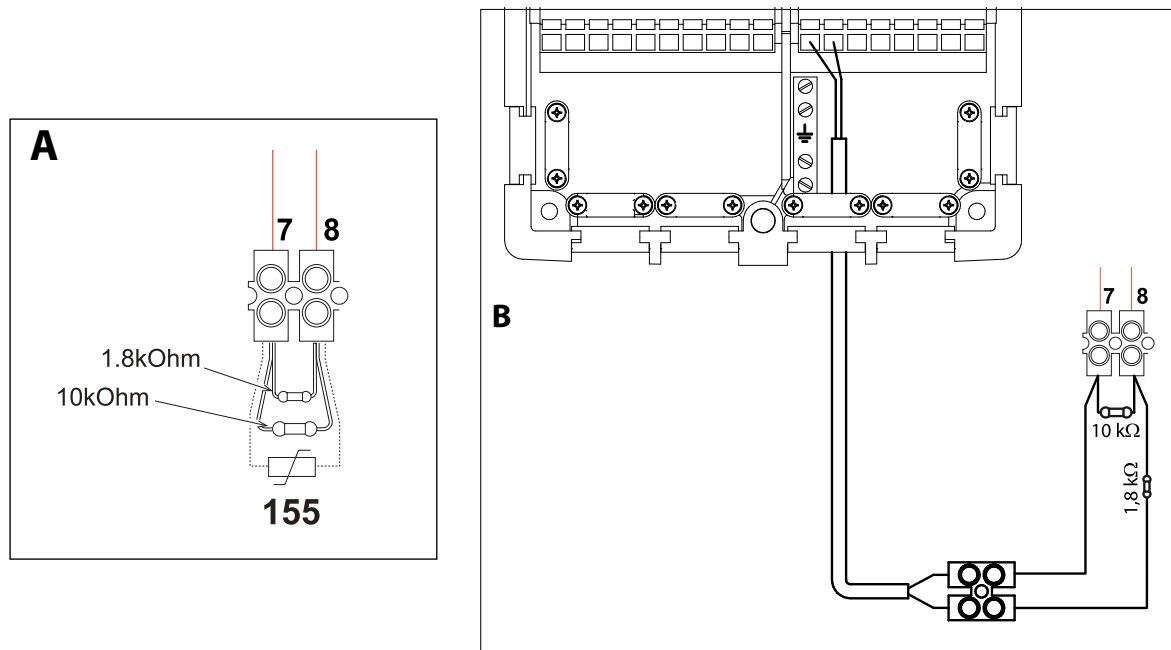
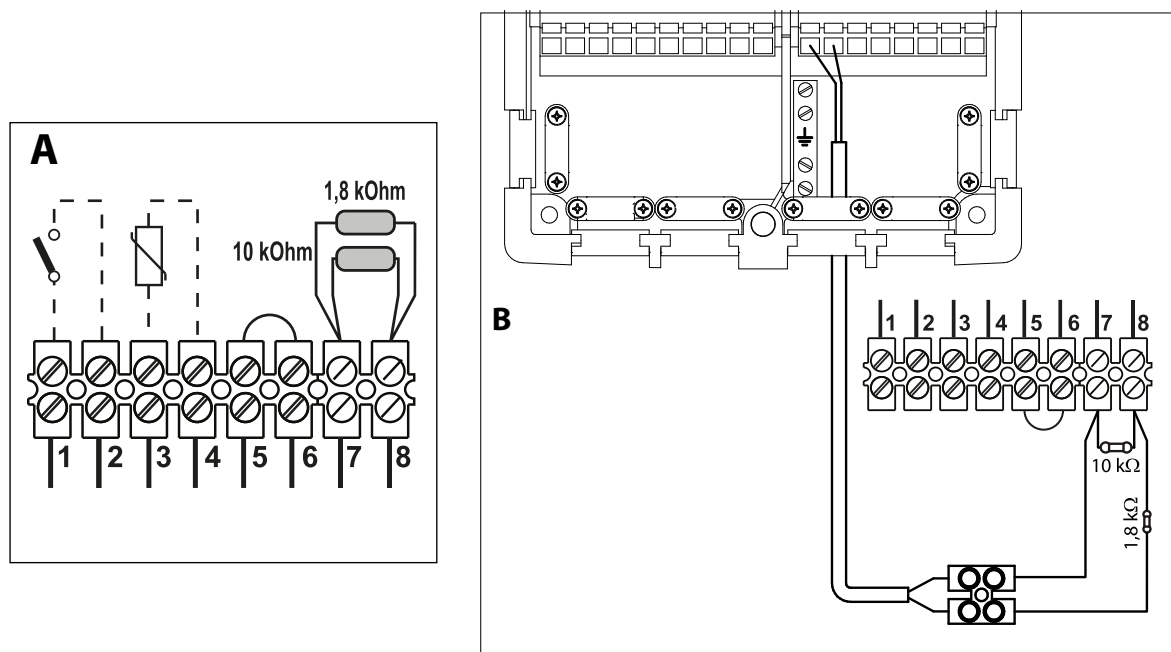

fig. 24 - Modello BLUEHELIX HITECH RRT
fig. 25 Modello BLUEHELIX TECH RRT
- Scollegare le resistenze presenti sui morsetti 7 e 8 (Riquadro **A**) della morsettiere caldaia. Collegare il Cavo BIPOLORE (NERO), contenuto nel kit, come indicato nel riquadro **B** (vedi fig. 24 e fig. 25).